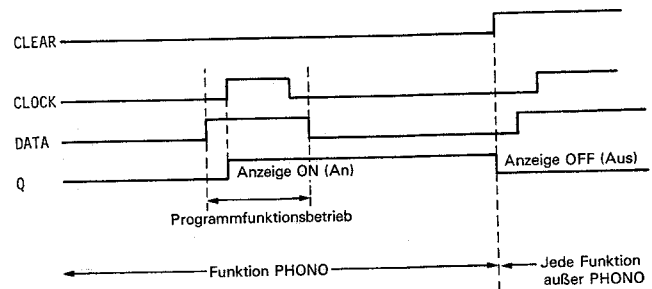

Abb. 11
In allen anderen Betriebsarten wird die Programmfunktions-Schreibfreigabebetriebsart hergestellt, wenn CLEAR-Stift ⑮ niedrige Spannung hat (die PHONO-Anzeige leuchtet auf oder blinkt). Doch wird die Funktion außer bei blinkender PHONO-Anzeige immer sofort ausgewählt, so daß Programmfunktionsbetrieb oder -anzeige nicht stattfinden. Bei Einstellung der Signale TUNER, AUX oder TAPE PLAY (Signale, die die Funktionsanzeigen zum Aufleuchten bringen) auf einen hohen Pegel wird das DATA-Signal auf hohe Spannung gesetzt (Stifte ⑭ ~ ⑫) und der CLOCK-Stift ⑦ ändert seine Spannung von niedrig auf hoch (\uparrow). Dadurch erfolgt Annahme des DATA-Signals, es wird von Ausgabestiften ③ ~ ⑤ ausgegeben und die entsprechende LED leuchtet auf. Ist das programmierte Funktionssignal nicht mehr verfügbar (CLOCK-Stift ⑦: \downarrow), so werden seine Daten verriegelt und die Betriebsart wird bis zur nächsten Eingabe des CLEAR- oder CLOCK-Signals beibehalten. Abb. 11 ist eine Zeitabfolgetabelle. Da dieser Schaltkreis ein Anzeigen-Schaltkreis ist, wird der tatsächliche Betrieb der Programmfunktion von IC003 gesteuert.